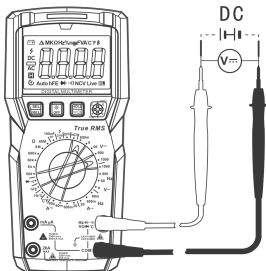

Рис. 3. Измерение напряжения постоянного тока
7.1. Измерение напряжения постоянного тока (см. рис. 3)